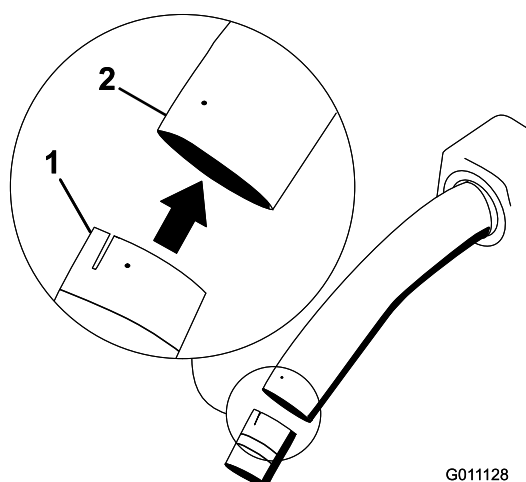

Figura 25
8. Installate il tubo centrale e inferiore nel gruppo del tubo superiore (Figura 25).